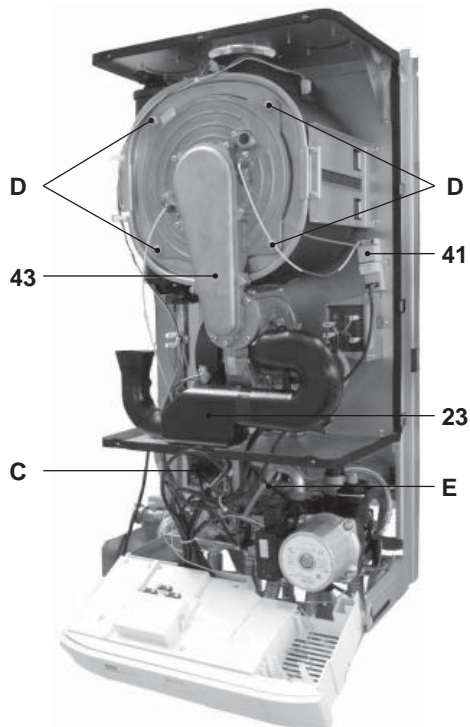

Figura 9.6
Rimozione del gruppo bruciatore ventilatore 43 in Figura 9.6.
- Rimuovere i dadi D ed estrarre il gruppo bruciatore ventilatore 43 in Figura 9.6.
- L'elettrodo di rivelazione C in Figura 9.6 funge anche da sensore per il corretto scarico della condensa. Se tale elettrodo viene a contatto con acqua di condensa presente all'interno della camera di combustione manda in blocco di sicurezza la caldaia. Pertanto se si trova la coibentazione bagnata o deteriorata provvedere alla sostituzione.